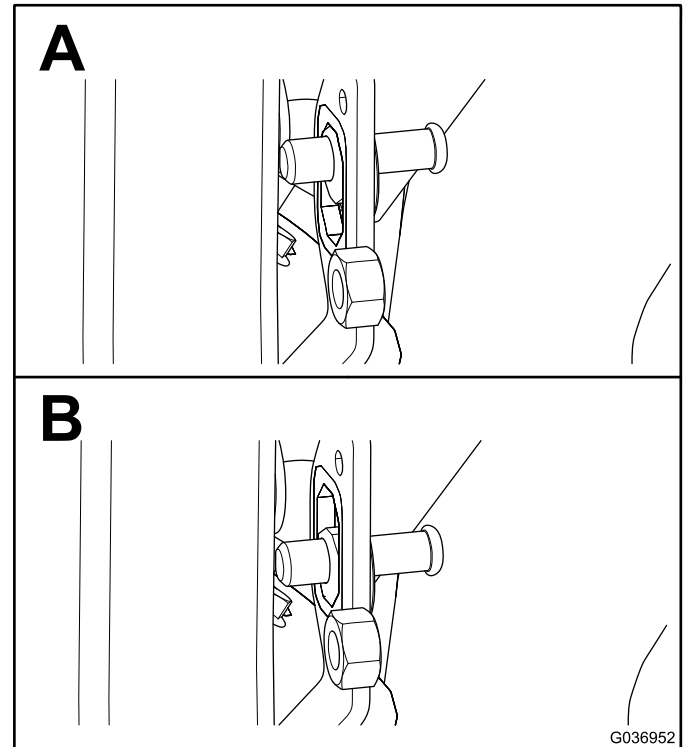

图 4
1. 将门锁销放置到轨道上方门锁销安装支架的中心位置图 4。
- 4. 如图 4所示当门锁销达到 1.92.2cm 间隔后拧紧锁紧螺母。